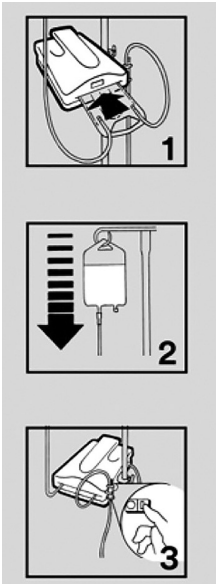

Figura 4
- 2. Glisați caseta de irigare în fanta unității de încălzire. Caseta se poate încadra în dispozitiv numai într-un singur sens (a se vedea Figura 4, #1).
- 3. Amorsați setul de încălzire. Pentru mai multe informații despre amorsarea setului, consultați instrucțiunile furnizate împreună cu seturile de încălzire (a se vedea Figura 4, #2).
- 4. Conectați cablul de alimentare la o priză adecvată. Porniți unitatea (a se vedea Figura 4, #3). În câteva secunde, afișajul alfanumeric se va aprinde. Durează mai puțin de 2 minute pentru a ajunge la un punct de setare de 41 °C.